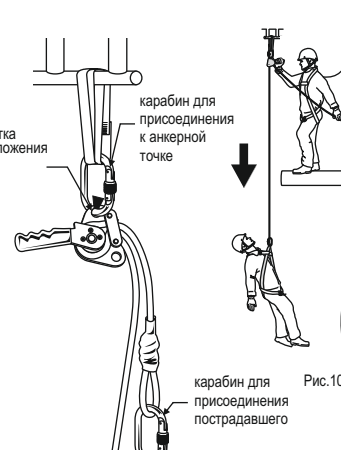

Рис.9
- Присоедините трос к точке постоянной конструкции с помощью карабина над местом эвакуации (рис. 9). Расположение устройства не должно мешать пользователю беспрепятственно осуществлять спуск пострадавшего.